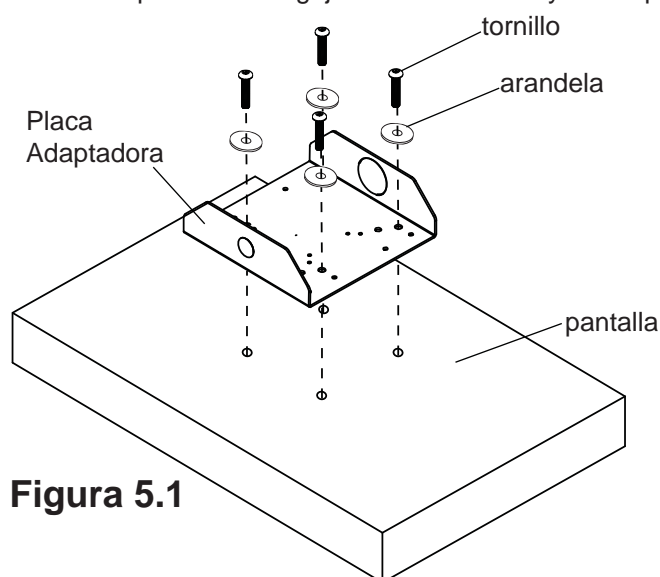
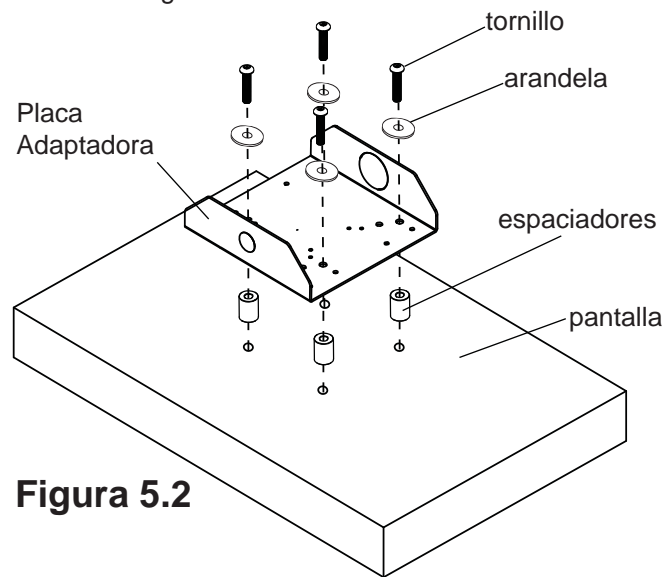

Figura 5.1
Figura 5.2
- 5 Seleccione el tornillo de seguridad que mejor se adapte a tu pantalla. Centro de soporte de adaptador de la columna (A) en la parte posterior de la pantalla y alinee los cuatro agujeros de montaje. Coloque la columna (A) a la pantalla con cuatro tornillos y cuatro arandelas con una llave allen (C) como se muestra en la figura 5.1. Si la pantalla tiene un golpeado o empotrada posterior puede utilizar espaciadores entre la pantalla y el soporte adaptador de la columna (A) como se muestra en la figura 5.2. El tornillo debe dar por lo menos tres vueltas completas en el agujero de instalación y debe quedar ajustado en su lugar.